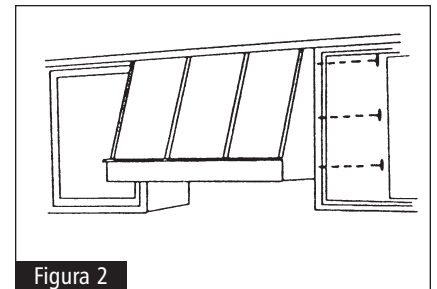

Figura 2
- 4** Mientras una persona continúa sosteniendo la campana en su lugar, la otra debe fijar los gabinetes de pared a los lados de la campana con tornillos n.º 8 x 2-1/4", atravesando los marcos del gabinete. Vea la figura 2.